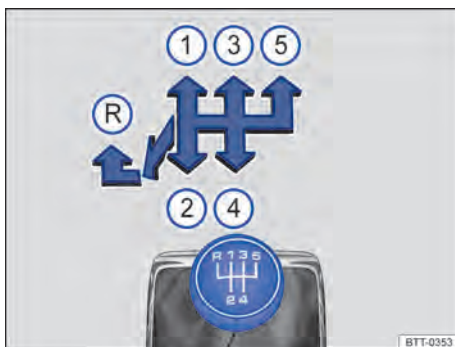

Fig. 95 Esquema de troca de marchas da transmissão manual de 5 marchas.
As posições de cada uma das marchas estão representadas na alavanca de troca de marcha → **Fig. 95**.
- Empurrar a alavanca de troca de marcha totalmente para a esquerda e depois para frente até a posição da marcha a ré → **Fig. 95 (R)**.